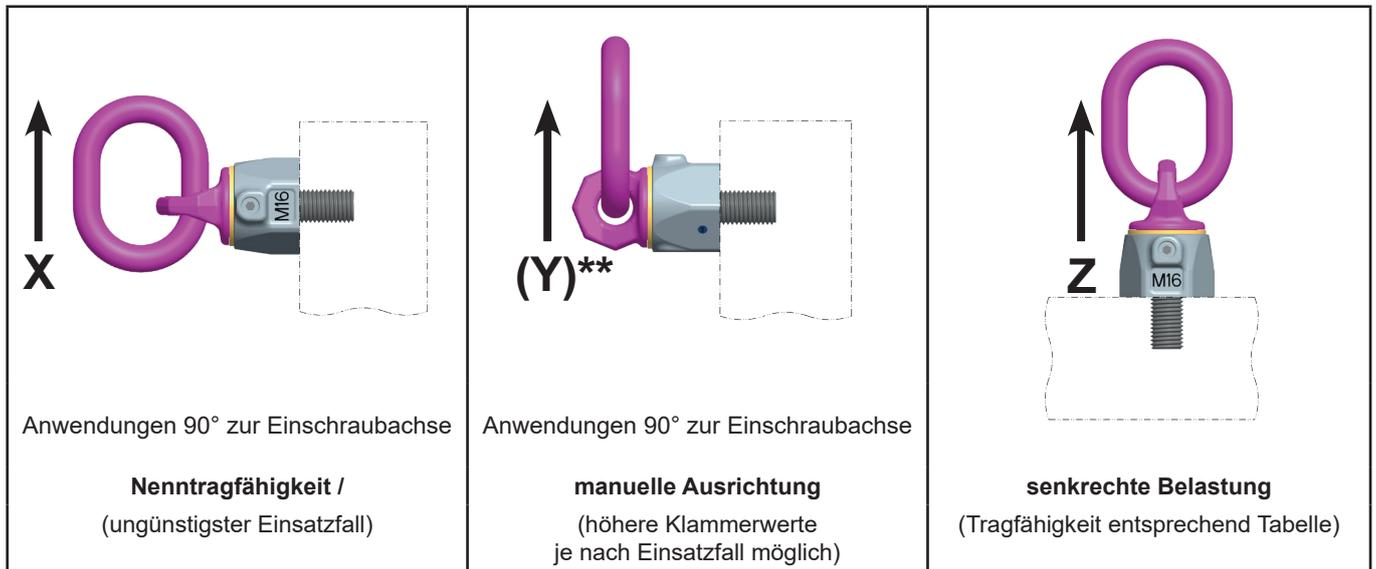

Abb. 8: Belastungsrichtungen
** Klammerwerte () aus Tabelle 3 sind nur bei manueller Ausrichtung (vgl. Abb. 8 - Bild Y) während des Hebevorgangs zulässig!